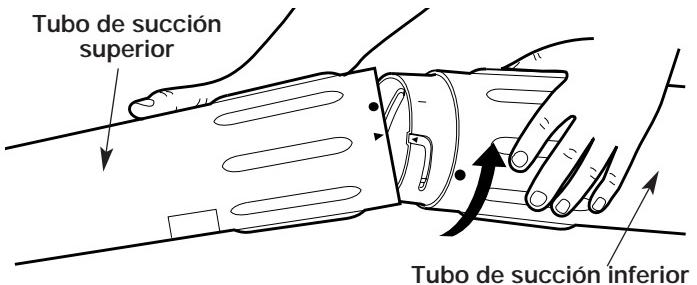

Fig. 2
- Alinee la flecha del tubo de succión inferior con la flecha del tubo de succión superior (Fig. 2).